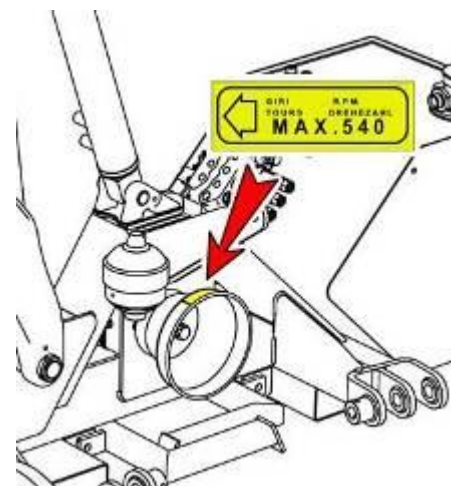

РИС. 4.6
- Поместите одну часть кардана в гнездо коробки передач, соблюдая направление вращения, указанное на защитном кожухе оборудования (РИС. 4.6), другую часть кардана – в ВОМ трактора.